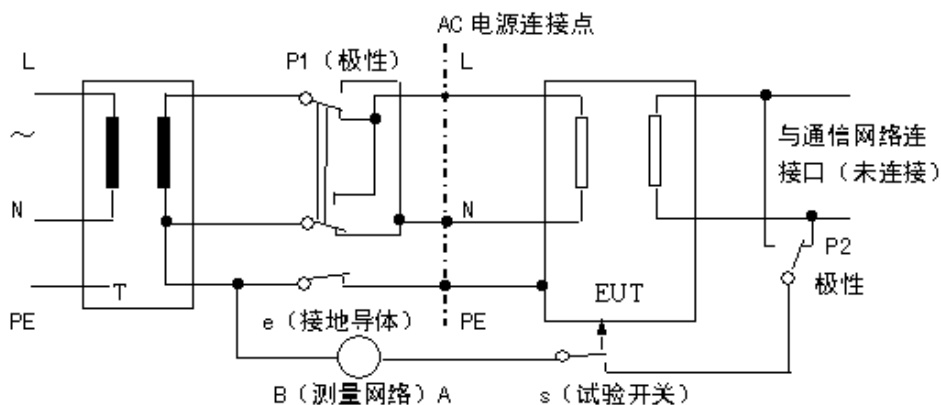

图 6 单相设备接触电流试验电路
- (2) 测试参数： U_2 电压，通过公式（1）或（2）计算接触电流；
- (3) 试验应倒换样品电源极性（P1）：正向或倒向，见图 6；
(4) 试验应有接地导体开关 e: 接通或断开, 见图 6;
(5) 测试程序:
- 对有保护接地连接或功能接地连接的设备, 测试网络 (图 1) 的 A 端应通过测量开关 “s” 连接到 EUT (受试设备) 的试验样品接地端子上, 接电导体开关 “e” 打开, 见图 6;
- 试验还应在所有的设备上, 测试网络 (图 1) 的 A 端应通过测量开关 “s” 依次连接到每个不接地的或非导电的可触及零部件上和每个不接地的可触及电路上, 接电导体开关 “e” 关闭, 见图 6。